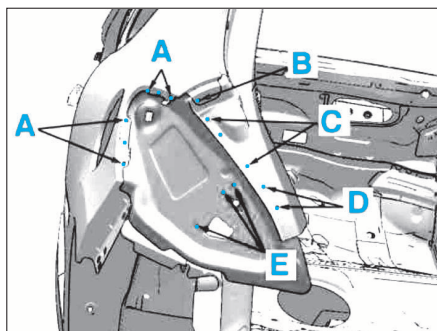

FIG. 56
- Dépointer aux endroits indiqués en A à E (Fig.56).
- Poser et souder la pièce neuve aux endroits indiqués A à M (Fig.56)